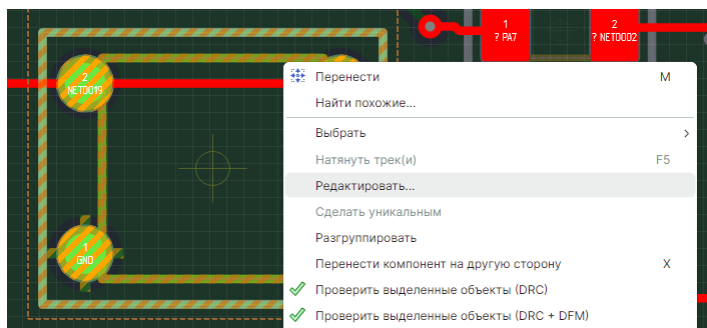

Рис. 160 Изменение посадочного места на плате
2. Вызовите контекстное меню и выберите пункт «Редактировать», см. Рис. 160.